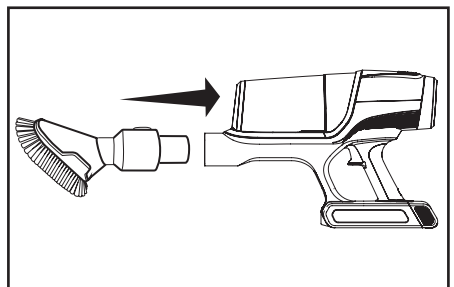

Imagen 4
2. Inserte su accesorio preferido en el cuerpo principal. Hará clic cuando se fije en su sitio. Presione el gatillo de encendido/apagado para encender la aspiradora (Imagen 4).